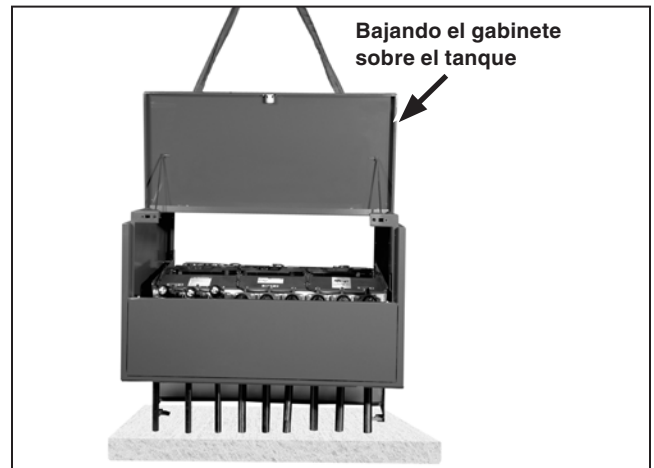

Figura 17. Levante el gabinete y posicónelo sobre los orificios de los tornillos de anclaje.
PASO 10. Levante el gabinete sobre el tanque, siguiendo las instrucciones y precauciones proporcionadas en "Manejo" en la sección en la página 8. Ver Figura 17.